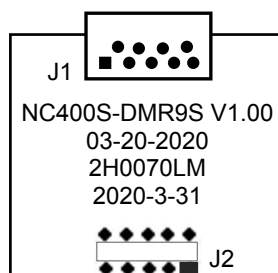

Рисунок 4.43 – Расположение разъемов платы KEY NC400S-581
4.4.2.2 плата NC400S-581 (рисунок 4.43) предназначена для выведения внешнего разъема **KEY** на заднюю панель БУ.